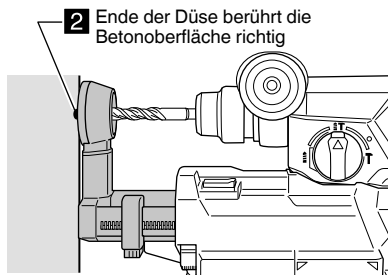

Abb. 11
- (2) Lassen Sie die Düse los und sorgen Sie dafür, dass die Betonoberfläche richtig berührt wird. (**Abb. 11**)